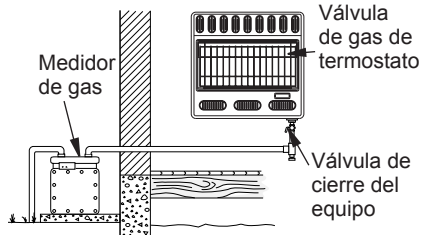
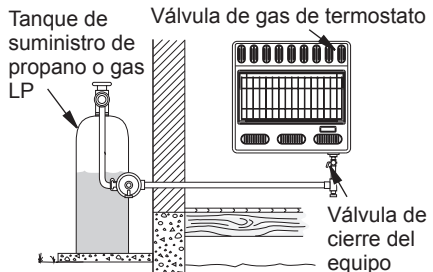

Figura 17 - Revisión de las uniones de gas para gas natural (el calentador real puede variar del mostrado en la ilustración)
Figura 18 - Revisión de las uniones de gas para propano o gas LP (el calentador real puede variar del mostrado en la ilustración)
3. Revise todas las uniones entre el medidor de gas, si usa gas natural (consulte la figura 17), o entre el tanque de suministro de propano o gas LP, si usa este tipo de gas, y la válvula de cierre del equipo (consulte la figura 18). Aplique en todas las uniones algún líquido para detectar fugas que no sea corrosivo. La formación de burbujas indicará una fuga.
4. Revise todas las uniones entre la válvula de cierre del equipo y válvula de gas del termostato (consulte la figura 17 o 18). Aplique en todas las uniones algún líquido para detectar fugas que no sea corrosivo. La formación de burbujas indicará una fuga.